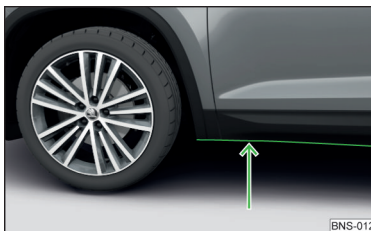

Fig. 261
- Avant de franchir une nappe d'eau, déterminez la profondeur de l'eau. Le niveau de l'eau ne doit pas dépasser le bord inférieur du longeron inférieur » fig. 261.